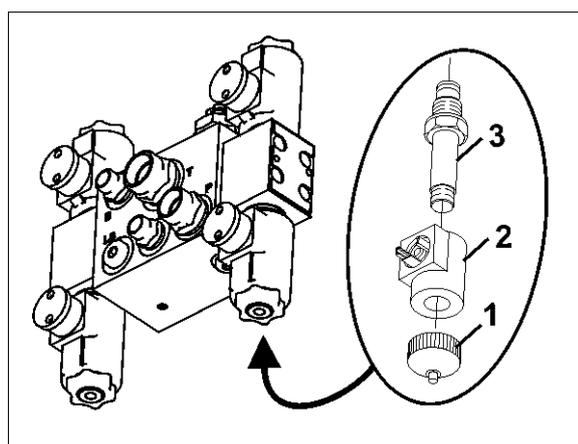

Рис. 130
1. Отверните колпачок электромагнитного клапана (1).
2. Снимите катушку электромагнитного клапана (2).
3. Выверните толкатель (Рис. 130/3) с седлами клапана и очистите сжатым воздухом или гидравлическим маслом.